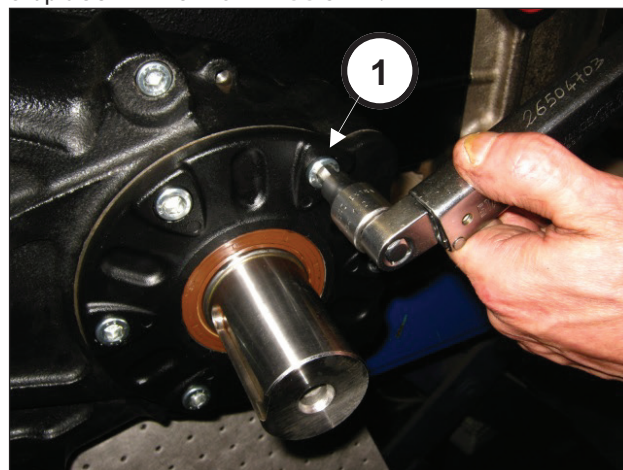

Fig. 82
Serrer les 6 vis M10x25 (rep. ①, Fig. 82). Serrer les vis à l'aide d'une clé dynamométrique, en suivant les indications du chapitre 3 TARATURE SERRAGGIO VITI.